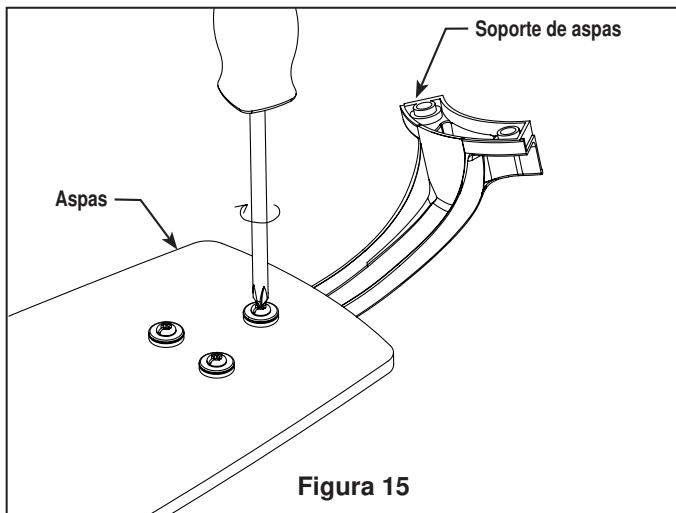

Figura 15
1. Coloque las aspas sobre sus soportes con los postes roscados que se muestran. Asegúrese de que el borde inferior del asa esté completamente asentado sobre el brazo del asa. Con un destornillador Phillips, ajuste los tornillos con cabeza de arandela de 3/16-24 x 7,5 mm junto con las phillips de plano para asegurar las aspas a los brazos del asa. (Figura. 15)